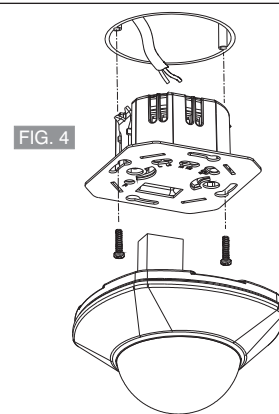

FIG. 4
Une fois le câblage terminé, brancher la partie du circuit au boîtier encastrable et le fixer avec les vis fournies. Configurer les régulateurs comme l'indiquent les indications suivantes et fixer le détecteur de mouvement PIR à la partie de circuit (FIG. 4).
**Anmerkung:** Es ist möglich, einen Schalter (S2, S4) für den manuellen Betrieb anzuschließen. Nach Beendigung der Verkabelung, den Stromkreis-Teil an die Dose an der Decke anschließen und mit den mitgelieferten Schrauben befestigen. Die Regler, wie in den nachfolgenden beschrieben, einstellen und den PIR-Bewegungsmelder am Steuerteil befestigen (ABB. 4).